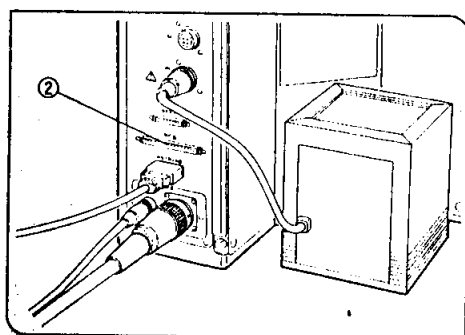

図 2
- 2) もう一方をAX70右後面のMCBコネクタ②に同様に確実に差込みます。(図2)